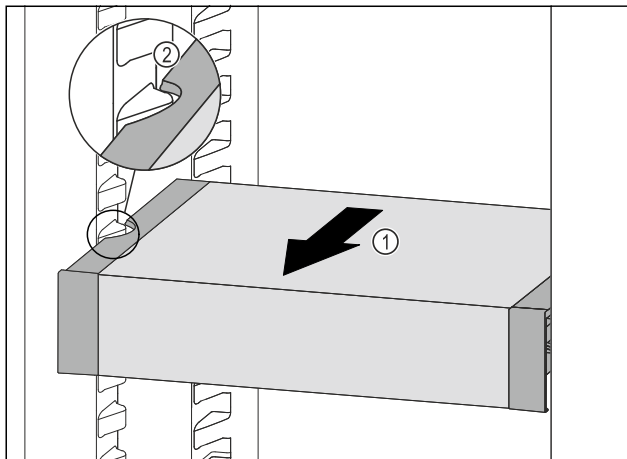

Fig. 165
- Tërhiqni VarioSafe për nga përpara Fig. 165 (1), derisa foletë anësore të VarioSafe të jenë në lartësinë e brinjëve të kutisë në pjesën e ftohjes. Fig. 165 (2)